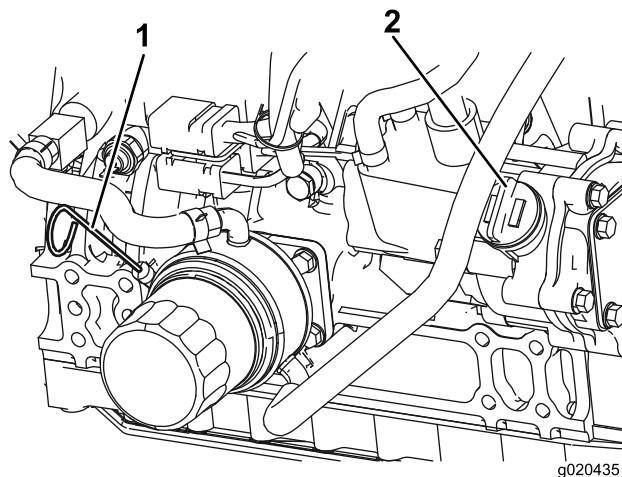

Figura 8
3. Retire la varilla, límpiela, vuelva a colocarla en el tubo y retírela de nuevo. El nivel de aceite debe estar entre las marcas "lleno" y "añadir" (Figura 8).
4. Si el nivel de aceite es bajo, retire el tapón de llenado (Figura 8) y añada suficiente aceite para que llegue entre las marcas "lleno" y "añadir". **No llene demasiado.**